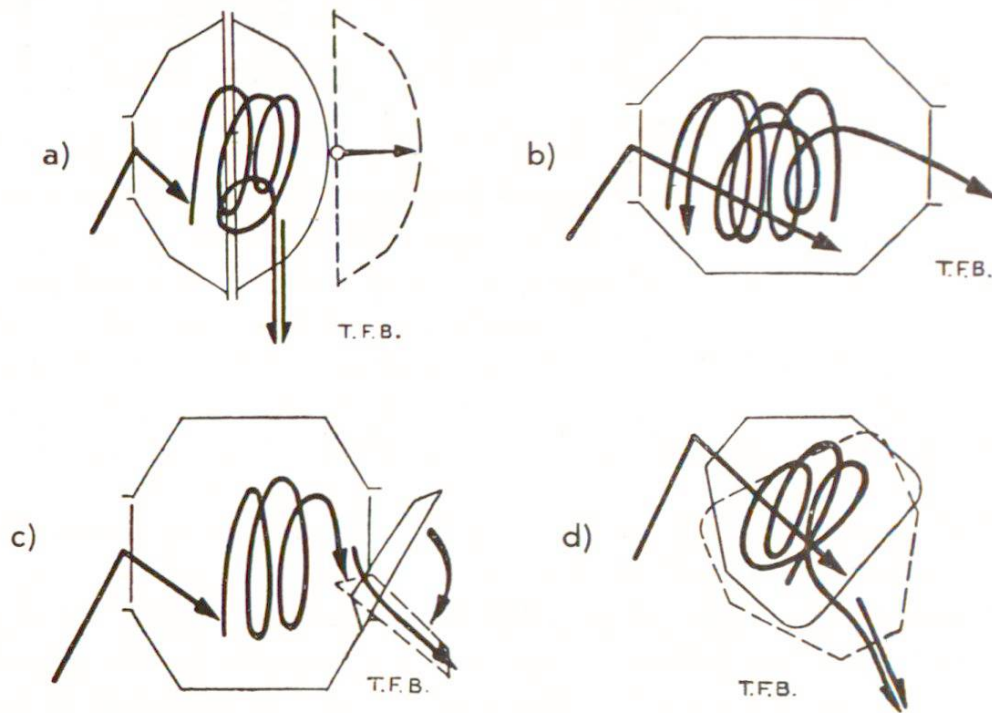

Fig. 4 Systèmes divers de malaxeurs à chute libre
**Malaxeur à chute libre.** Le mélange est en général soulevé par des palettes ou aubes fixées à la paroi intérieure d'un tambour tournant autour d'un axe horizontal ou incliné. Entraîné par la rotation, comme dans un moulin à boulets, il retombe ensuite en chute libre à l'intérieur du tambour. Le choix convenable de la forme du tambour malaxeur et de la position des aubes permet d'empêcher un démélange. Exemples: fig. 4.